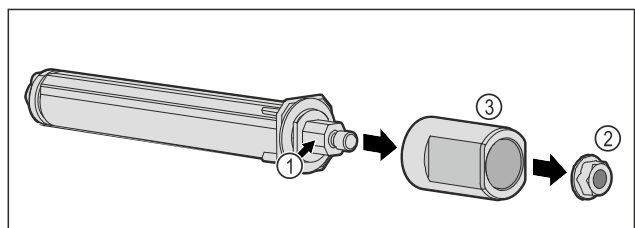

Fig. 54
- ▶ Deursluitsysteem Fig. 54 (1) niet demonteren.
- ▶ Moer Fig. 54 (2) verwijderen.
- ▶ Huls Fig. 54 (3) verwijderen.